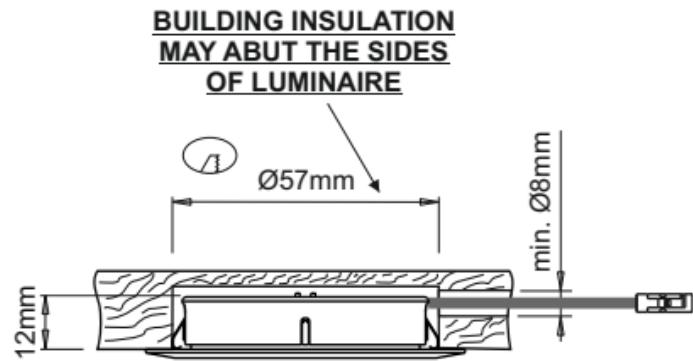

Fig 1
- To flush mount the device, bore a ø 57mm hole ≥ 12mm deep on the installation surface and then, if necessary, bore a ø ≥ 8mm exit hole for the power supply cable as illustrated in figure 1.
- Pour l'encastrement de l'appareil, pratiquer un trou de ø 57mm et d'une profondeur ≥ 12mm sur le plan de montage et, si besoin, pratiquer pour la sortie du câble d'alimentation un trou de ø ≥ 8mm comme indiqué sur la figure 1.